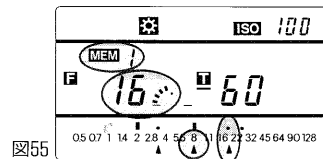

図55
(1)ハイライトに再現させたい測定メモリー値16 + ½にH  ソーンマークを合わせます。(図55)
(2)ハイライト基準の露出はゾーンマークの中央が表示値F8でタイム1/60となります。(図55)